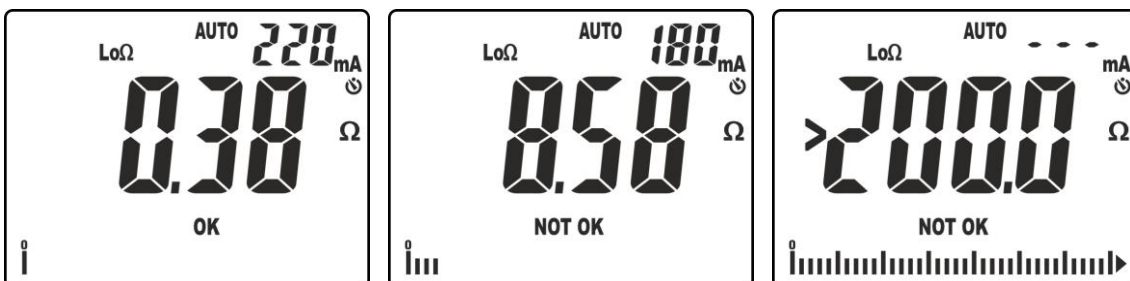

Fig. 28: Resultados de la medida de continuidad en modo AUTO
10. En la pantalla de Fig. 28 – parte izquierda aparece un resultado positivo de la prueba "OK" (valor menor del umbral configurado y corriente de prueba >200mA). En la pantalla de Fig. 28 – parte central aparece un resultado negativo de la prueba "NOT OK" (valor superior al umbral configurado y corriente de prueba <200mA). En la pantalla de Fig. 28 – parte derecha aparece resultado negativo "NOT OK" correspondiente al fuera escala (símbolo ">200.0")